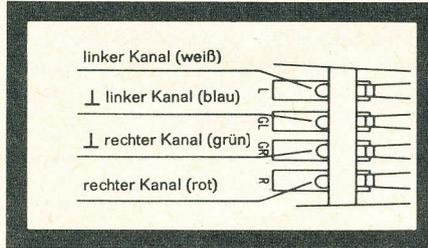

Fig. 16
4. Die Anschlüsse am Systemträger sind gekennzeichnet, die Anschlußlitzen sind farblich (Fig. 16). Verbinden Sie die Anschlußlitzen des Systemträgers mit den entsprechenden Anschlußstiften des Tonabnehmersystems.